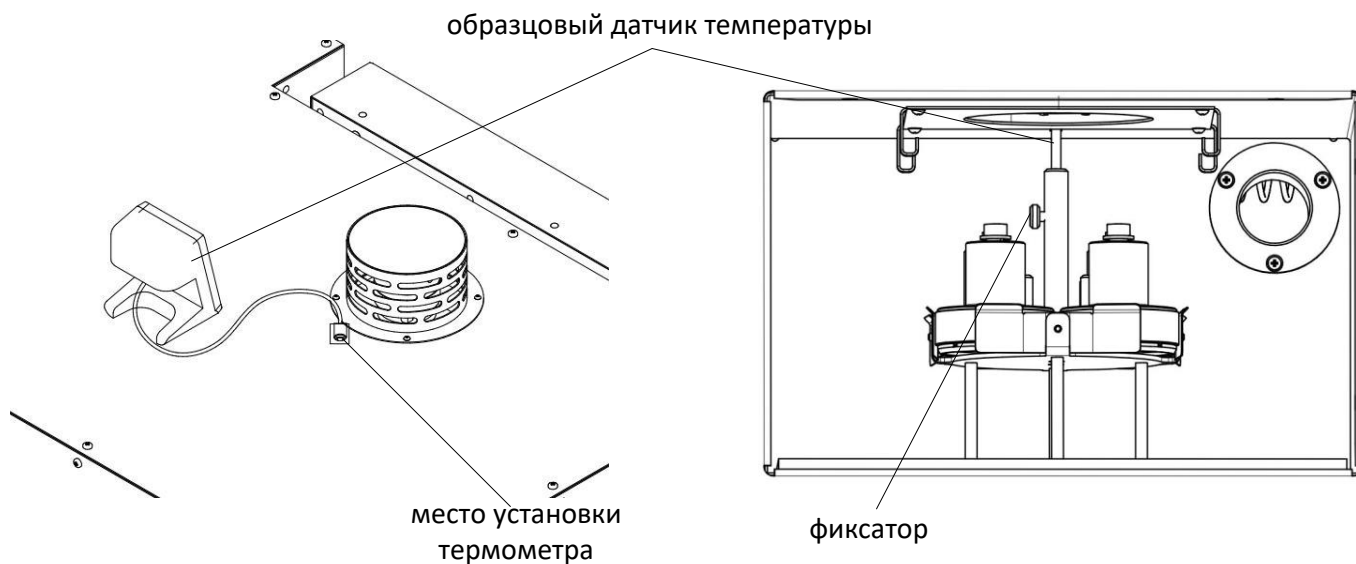

Рисунок 31 – Подготовка к проверке погрешности измерения температуры - Шаг 4
5.8.6 Образцовый датчик температуры установить через отверстие в кожухе на крышке аппарата за вентилятором в стакан калибровочного приспособления и зафиксировать фиксатором (см. рисунок 31).